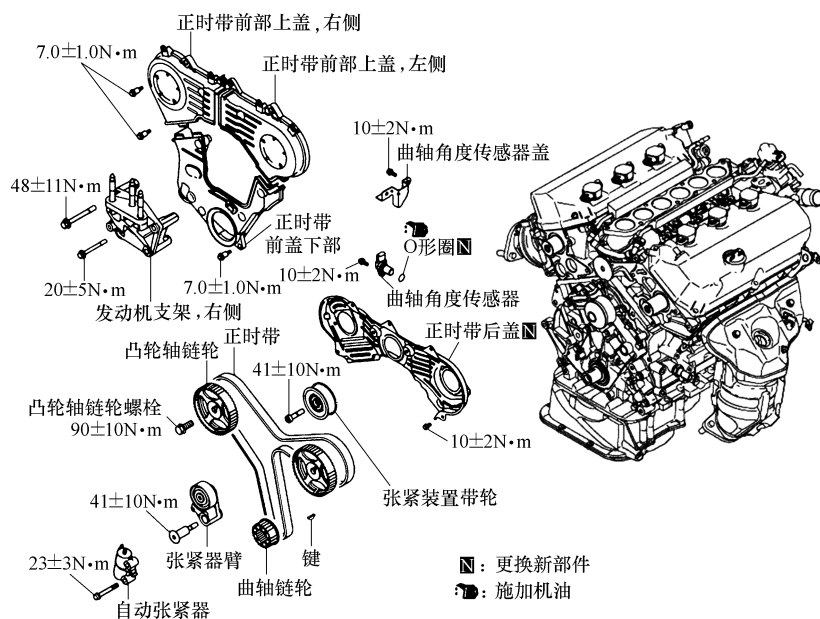

图 28-9 正时带系统部件识别
3.0L (6B31) 发动机正时带系统部件识别见图 28-9。